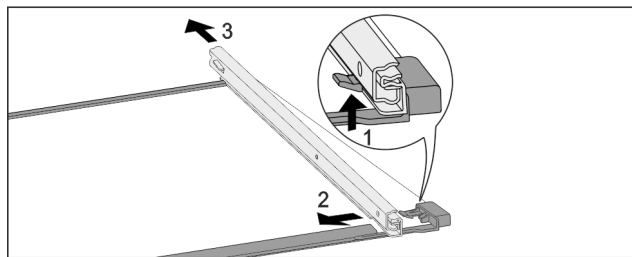

Fig. 81 Стъклена плоча с релси
- ▶ Натиснете нагоре предните филтърни решетки. Fig. 81 (1)
- ▶ Плъзнете и изтеглящата релса настрана Fig. 81 (2) и назад Fig. 81 (3).